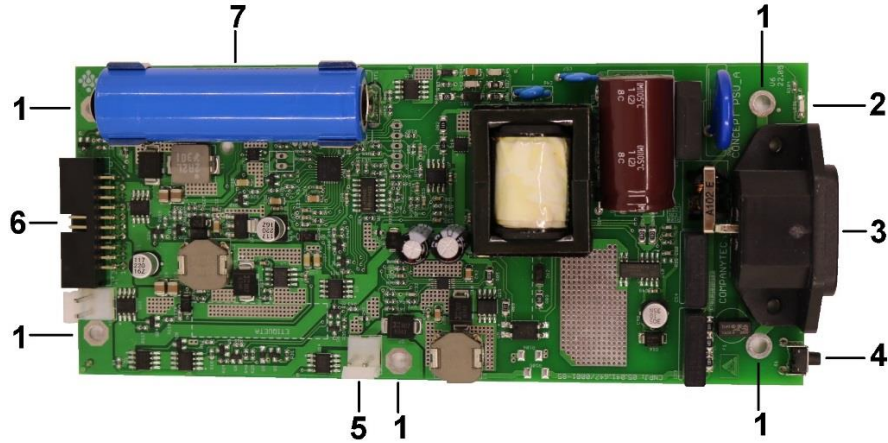

Figura 16
Esta bateria fica localizada na placa Fonte. Está identificada como item 7 da Figura 16. Sua finalidade é manter a automação ligada por tempo suficiente para garantir o desligamento com segurança do sistema se ocorrer queda de energia elétrica e não houver bateria interna instalada.